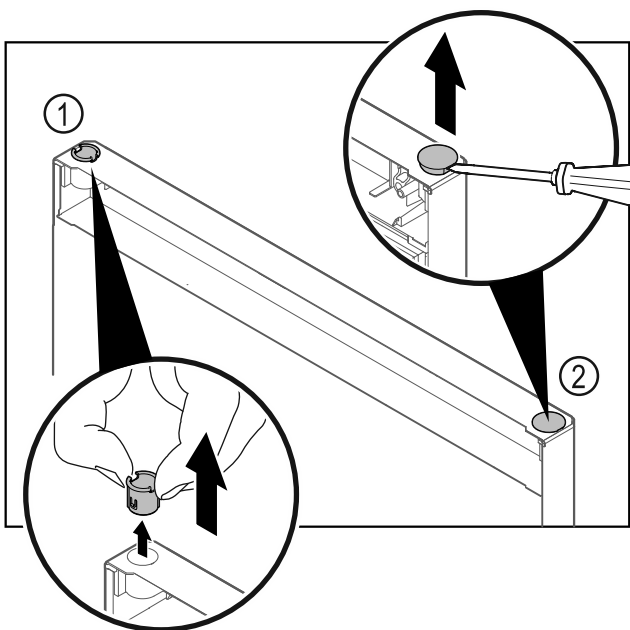

Fig. 28
- ▶ Izvucite čahuru šarke Fig. 28 (1) prstima.
- ▶ Odvijačem s ravnom glavom oprezno podignite čep Fig. 28 (2) i izvadite ga.